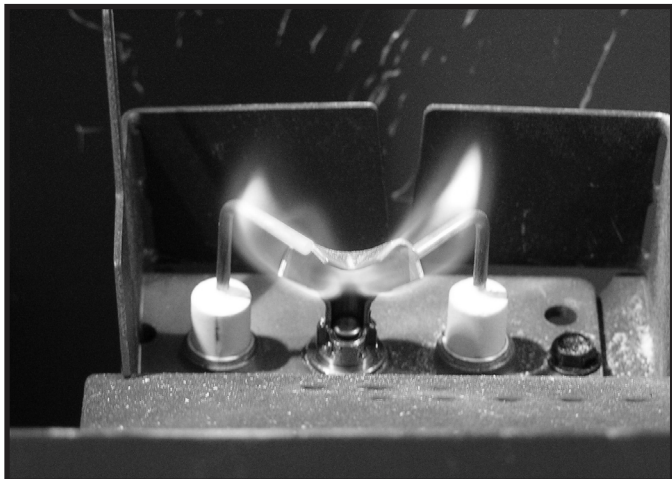

Figure 4.2 Modèles de flamme de la veilleuse
- Inspectez la qualité du comportement de la flamme de la veilleuse. Consultez la figure 4.2 pour un comportement de la flamme de la veilleuse. Nettoyez ou remplacez la tête d'injecteur à filetage mâle si nécessaire.